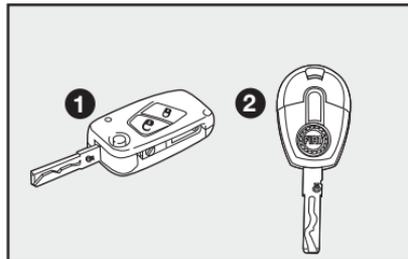

fig. 1
- Dos llaves **1-fig. 1** o **2-fig. 1**.
La llave **1** o **2-fig. 1** es usada para:
- Apertura y cierre de las puertas por medio del mando a distancia (**Llave 1-fig. 1**).
Para la llave de arranque **2-fig. 1** está prevista la predisposición para instalación de telecomando a distancia.